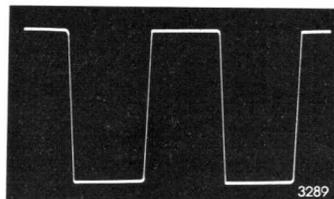

Bild 12. Eichspannung
- Nun anstelle der Fremdspannung die Eichspannung (Buchse „CAL.“) an den Eingang des Vertikalverstärkers anschließen. Die Bildhöhe muß nun wieder genau 4 cm sein. Ist dies nicht der Fall, dann R_{226} und R_{233} durch einen solchen Wert ersetzen, daß die Bildhöhe 4 cm beträgt. Die Spannungsform muß gemäß Bild 12 sein.